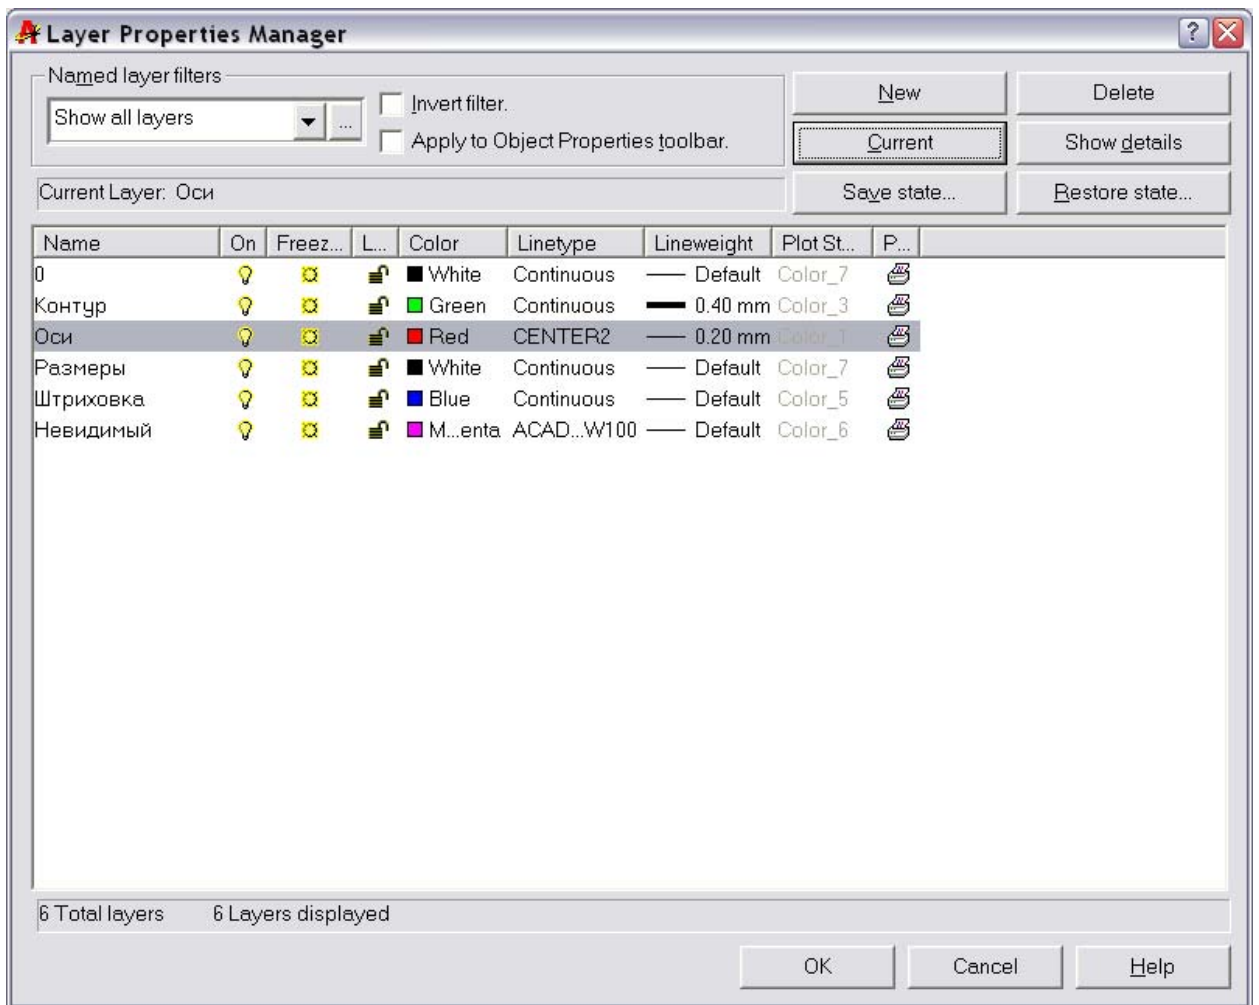

Рис. 4. Диалоговое окно Настройка свойств слоя (Layer Properties Manager)
- 2) Создать новые слои и установить их параметры в соответствии с рис.4, после чего закрыть окно, нажав кнопку ОК.